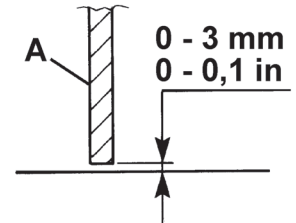
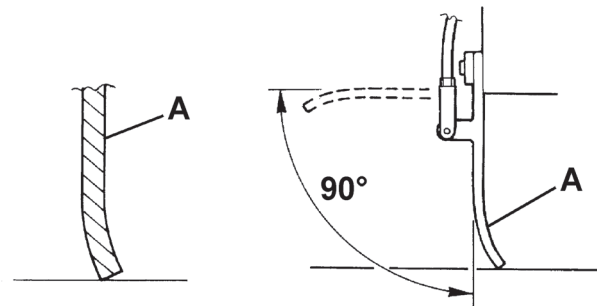
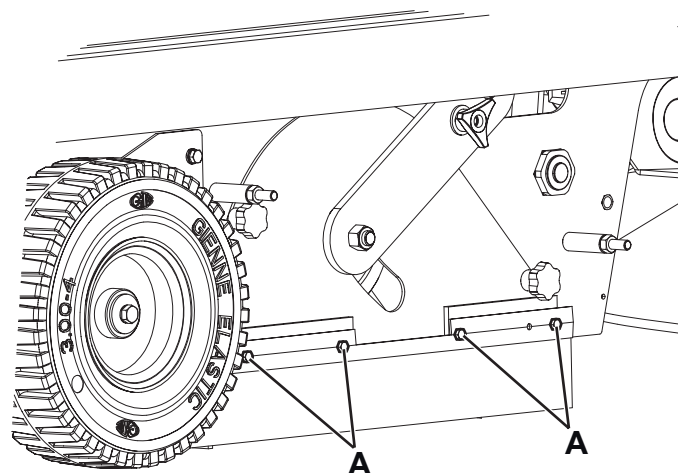
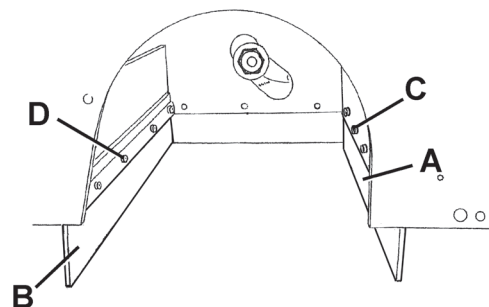

Abbildung 14
Abbildung 15
Abbildung 17
Abbildung 18
6. Überprüfen, ob die Bodenfreiheit der seitlichen Schmutzfangklappen (13 und 14) zwischen 0 und 3 mm beträgt (A, Abb. 14). Falls erforderlich, Schmutzfangklappenhöhe mithilfe der Langlöcher auf den Schrauben (A, Abb. 17) einstellen.
- Der Vorderflap (A, Abb. 18) leicht auf den Boden schleift und dass jedenfalls nicht vom Boden (A, Abb. 15) getrennt ist.
- Die hintere Schmutzfangklappe (B, Abb. 18) sich 0 bis 3 mm über dem Boden befindet (A, Abb. 14).
11. Falls erforderlich, Schmutzfangklappenhöhe mithilfe der Langlöcher auf den Schrauben (C und D, Abb. 18) einstellen.